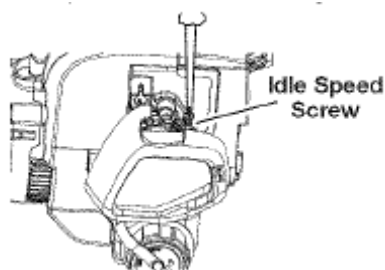

Рис. 23 /Винт регулировки оборотов холостого хода/
Холостые обороты двигателя могут быть отрегулированы. Регулировочный винт холостых оборотов расположен между крышкой воздушного фильтра и корпусом ручного стартера (Рис. 23)
2. Отпустите рычаг газа для работы двигателя на холостых оборотах. Если двигатель глохнет, установите небольшую крестообразную отвертку на винт регулировки холостого хода (Рис. 23). Поверните винт на 1/8 оборота по часовой стрелке каждый раз /когда это необходимо/ до тех пор, пока двигатель заработает на холостых оборотах равномерно.